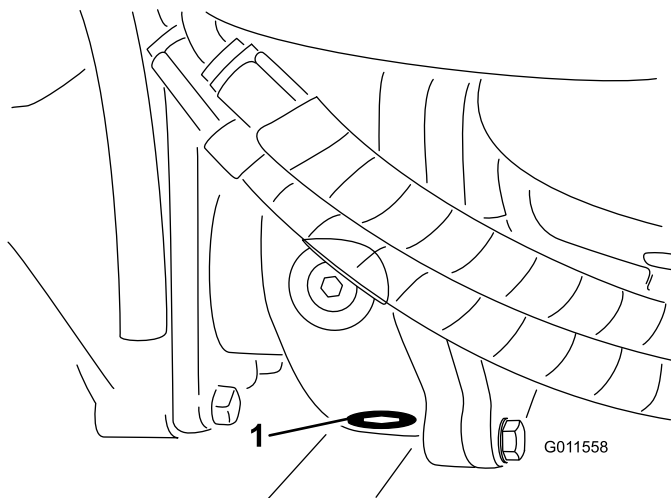

Figura 92
5. Limpie la zona alrededor del tapón de vaciado en la parte inferior de la caja de engranajes (Figura 92).